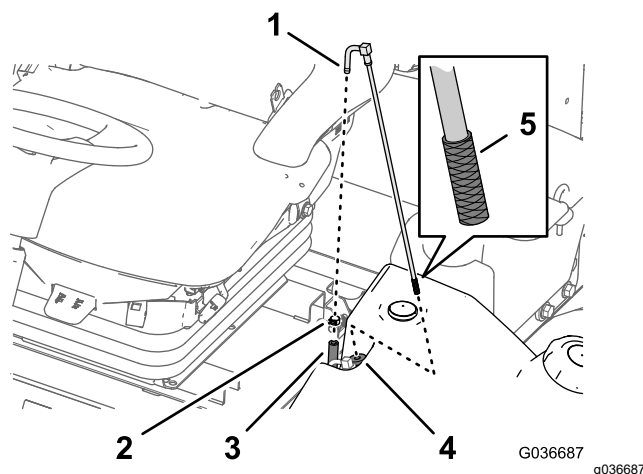

Рисунок 90
1. Снимите шланговый хомут, который крепит шланг подачи топлива к штуцеру топливозаборной трубки (Рисунок 90).
2. Отсоедините шланг от штуцера (Рисунок 90).
3. Извлеките топливозаборную трубку из топливного бака (Рисунок 90).
4. Очистите от загрязнений сетчатый фильтр на конце топливозаборной трубки (Рисунок 90).
5. Вставьте топливозаборную трубку в резиновую втулку и в бак (Рисунок 90).